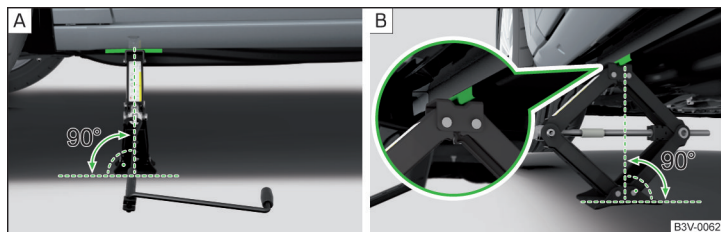

Fig. 337 Colocar el gato
- » Apoye la placa de base del gato con toda la superficie en un suelo recto de la manera que el gato se encuentra en posición vertical respecto a la travesa de toma » fig. 337 - **A**.
- » Gire el gato con la manivela hacia arriba hasta que la garra se encuentre en el larguero » fig. 337 - **B**.